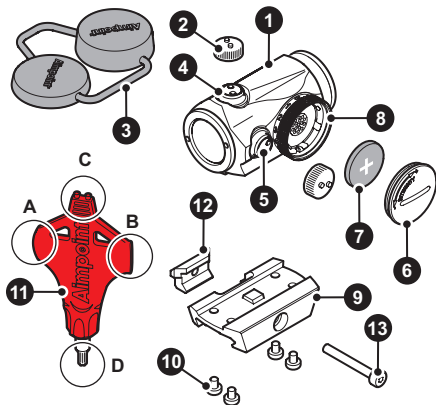

Fig. 1
- a Retirez le couvercle de la batterie (6) à l'aide de l'outil (11A).
- b Introduisez la pile (7) en orientant le pôle positif (+) vers le couvercle (6) comme illustré sur la Figure 1.